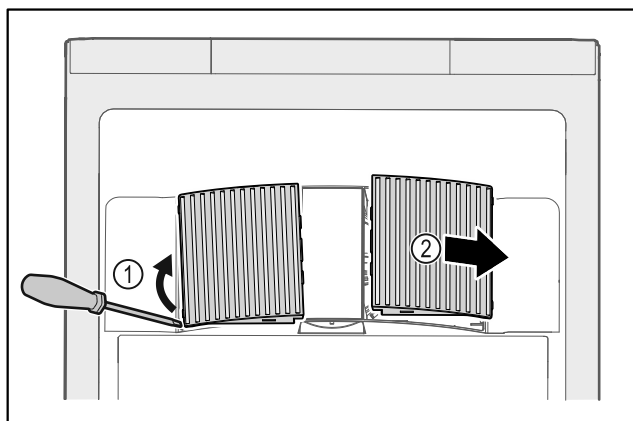

Fig. 161
- ▶ Z boku opatrně vytáhněte ventilátorové kryty Fig. 161 (1) a sejměte je směrem dopředu Fig. 161 (2).